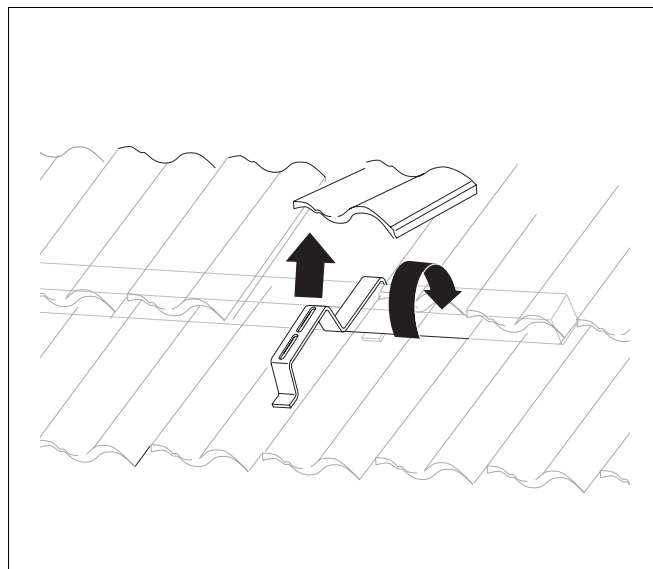

Fig. 21 Enganchar los ganchos de tejado
- ▶ Levante la teja flamenca o la teja común correspondiente (fig. 21).